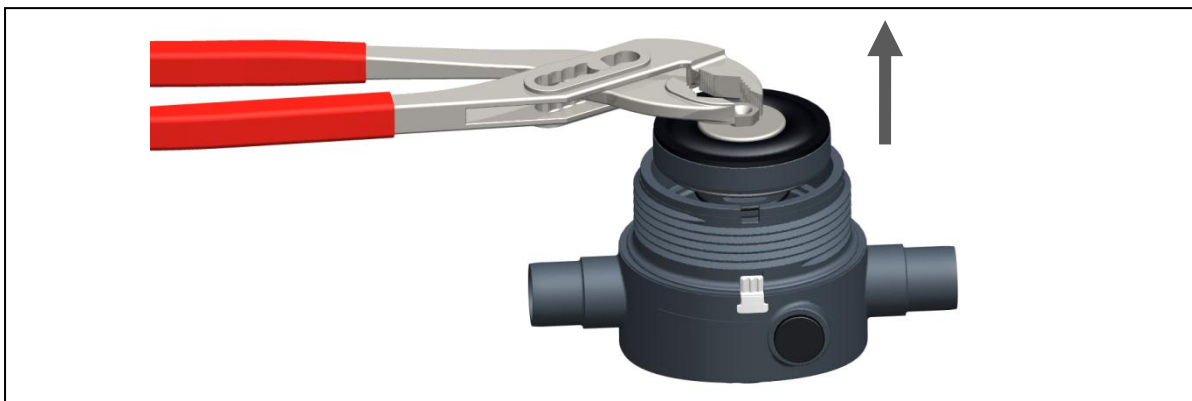

Abb. 9
- ▶ Kartusche aus Unterteil mit geeignetem Werkzeug (z. B. Zange) entnehmen, siehe Abb. 9